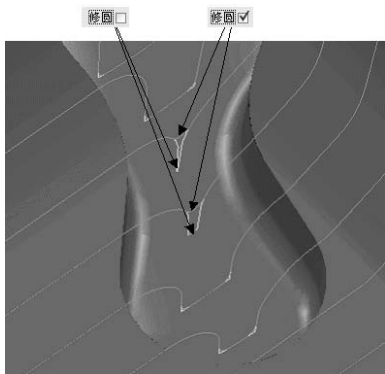

图 2-44 修圆
(5) 清角 用于定义零件角落部位刀路的连接过渡方式，主要用于高速加工中。选中“修圆”复选框，在零件的角落处用圆弧连接过渡，过渡圆弧半径的大小可由“半径(TDU)”滑条来设置，如图 2-44 所示。